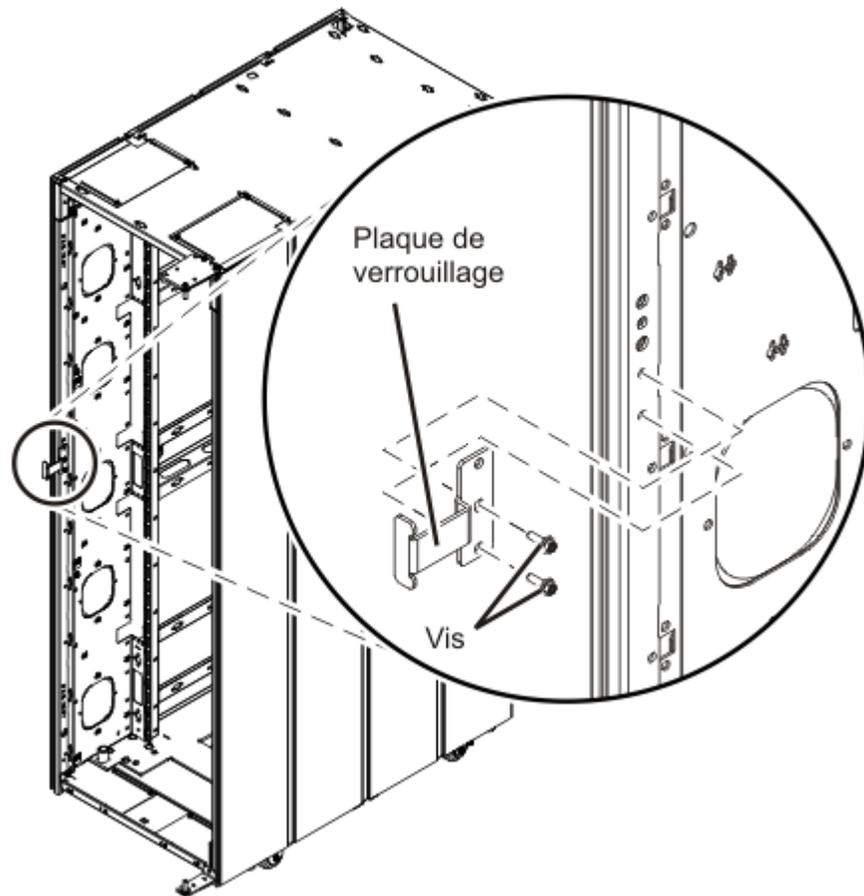

Figure 103. Installation de la plaque de verrouillage
- b. Alignez les deux vis et les deux trous du bas de la plaque de verrouillage, comme indiqué à la Figure 103, à la page 151.